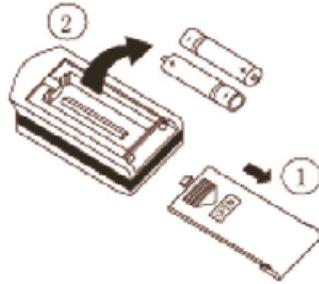

Imagen 8.1.
- 1) Presione ligeramente el lugar señalado con ▼OPEN en el mando a distancia (ver imagen 8.1.).